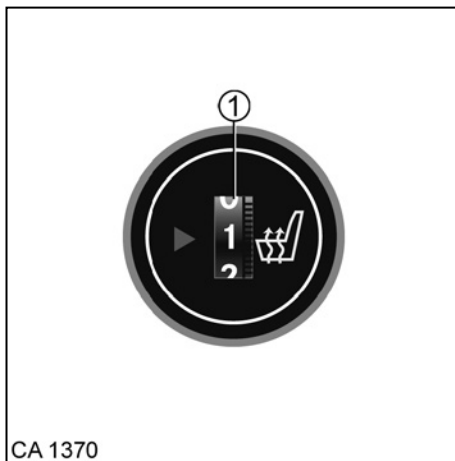

Fig. 38 Chauffage de siège
1. Régler le thermostat (Fig. 38/1) sur la puissance de chauffage souhaitée.